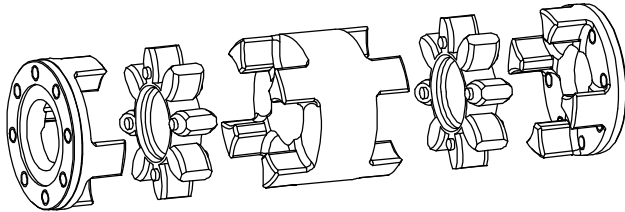

Bild 12
- Setzen Sie die Mitnehmerflansche, die Zahnkränze und das DKM-Mittelstück zusammen (siehe Bild 12).